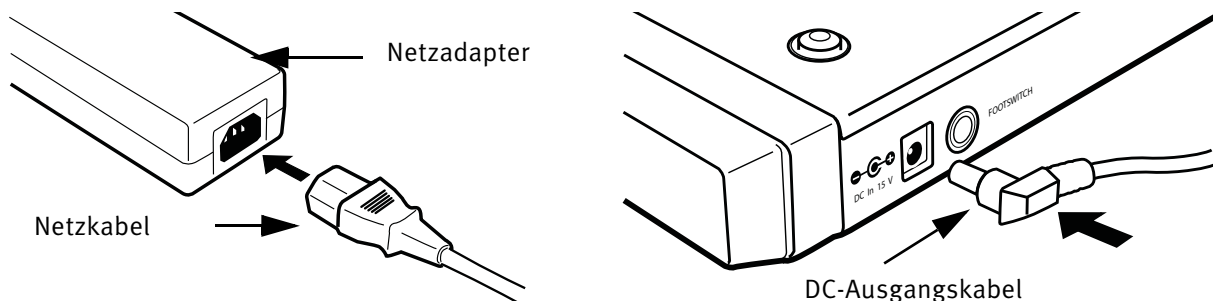

Abb. 2-7 Netzadapter anschließen
4. Stecken Sie ein Ende des AC-Netzkabels in den Netzadapter (Abb. 2-7 links) und das andere Ende in eine Netzsteckdose. Das Netzkabel muss ganz in den Adapter eingesteckt sein.
5. Verbinden Sie das DC-Ausgangskabel des Netzadapters mit **DC In** auf der linken Seite der Rückwand (Abb. 2-7 rechts).